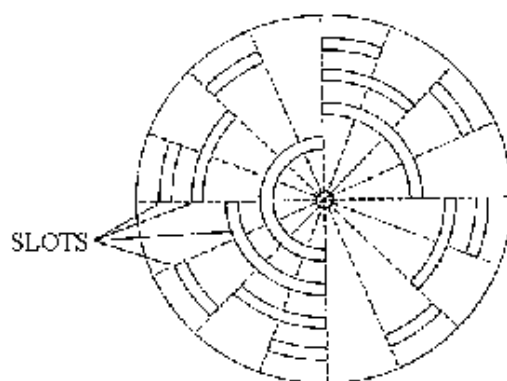

Figura 53 – Exemplo de Furação para Encoders Absolutos.
- ✓ Portanto a resolução do encoder da Figura 53 é:  $360/8$